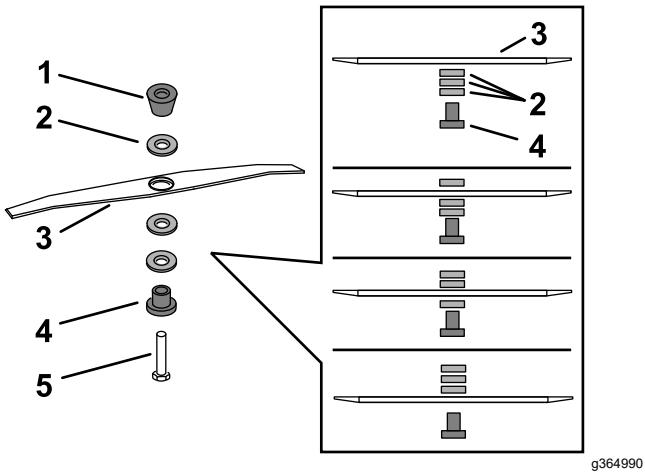

Figure 42
5. Déposez la lame à l'aide de la clé fournie avec la machine en tournant le boulon dans le sens antihoraire (Figure 42).